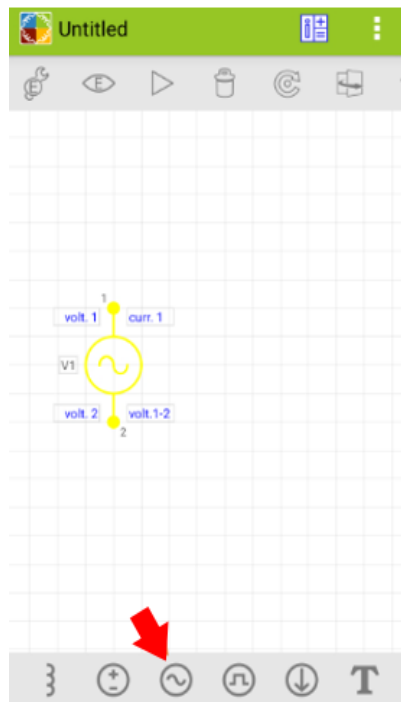

Figura 2.4
2.4 – Inicialmente, seleciona-se a fonte de tensão senoidal (VSIN) no canto inferior do aplicativo, levando-a para a área de trabalho (**Figura 2.4**).